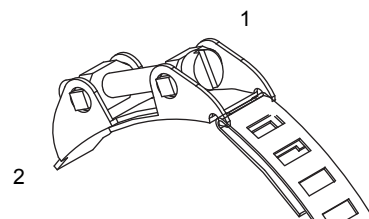

Abb. 6.3: Spannschloss mit Spannband
- Um das Spannschloss am Spannband zu fixieren, ziehen Sie ca. 2 cm des Spannbandes durch den Schlitz des Spannschlusses (siehe Abb. 6.3).